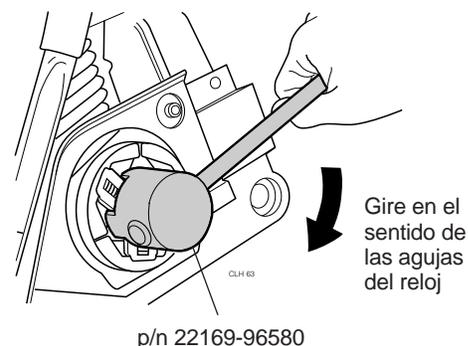

Figura 6.13 Extracción del Conjunto de la zapata de Embrague
Paso 6. Usando la herramienta para extraer la zapata del embrague, Pza N° 22169-96580, gire el conjunto de la zapata del embrague en el sentido de las agujas del reloj para extraerla (figura 6.13)